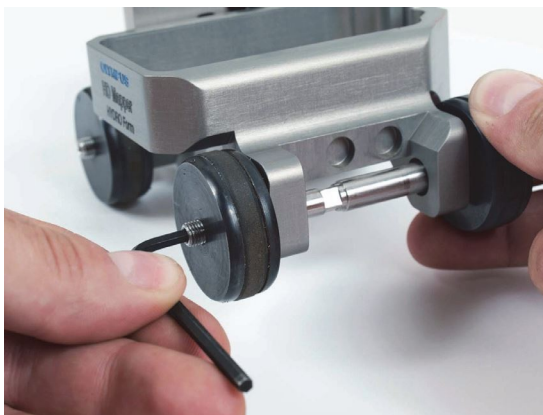

图 1-4 更换 HydroFORM 扫查器的轮子
- b) 使用六角键拆下轴的另一端的螺钉（参见第 19 页的图 1-4）。